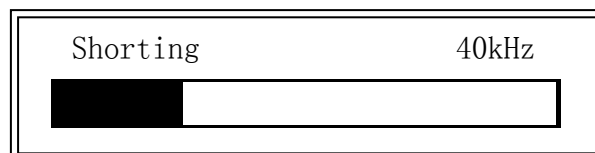

图 4-8 短路扫频清零
- **ShSWP** 按下软键，将进行扫频短路清零，并显示如图 4-8 所示的清零进程框。在清零过程中，**ESC** 软键可用，用来中止扫频短路清零，仪器存储的依然是以前的短路清零数据。